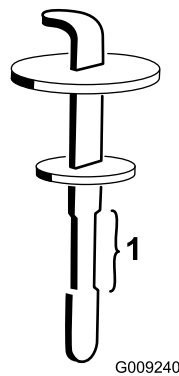

図 88
4. 補給口の首からディップスティックを抜き、ウェスできれいに拭く。もう一度首に差し込んで引き抜き、オイルの量を点検する。オイルの量が安全範囲にあれば適正である（図 88）。